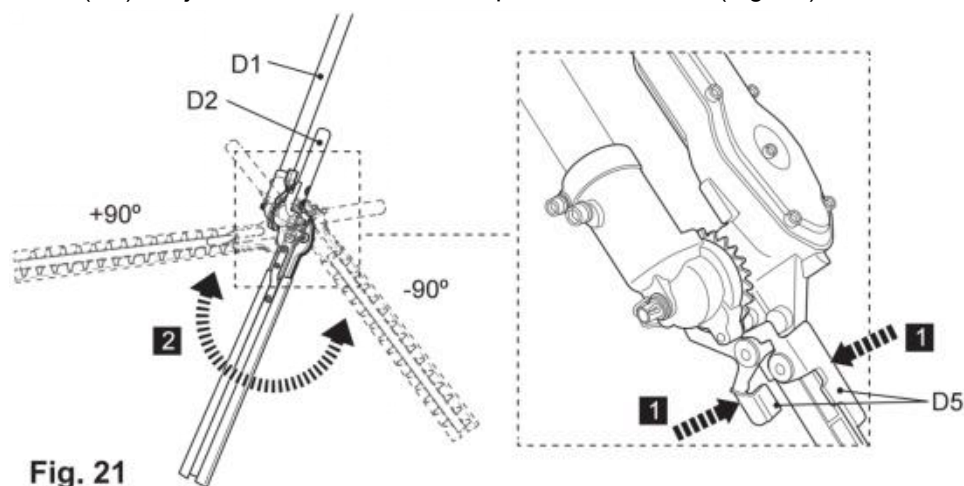

Fig. 21
5) Appuyez sur les leviers de déverrouillage (D5) pour désengager le système de dents (D6) et ajustez la tête de lame à la position souhaitée (Fig. 21).